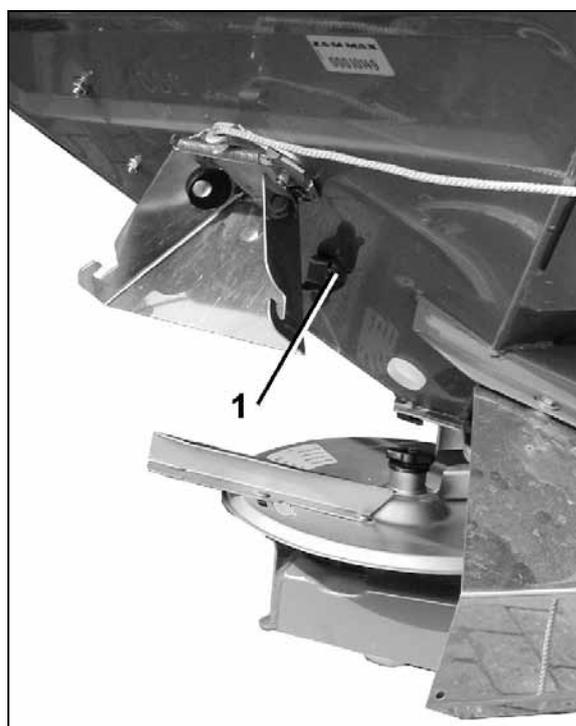

Fig. 50
1. Enganchar el recipiente colector (Fig. 51/1) mediante el estribo (Fig. 51/2) en el deslizador de salida (Fig. 51/3). Encastrar el recipiente colector en el dispositivo de enganche (Fig. 51/4 y Fig. 50/1).